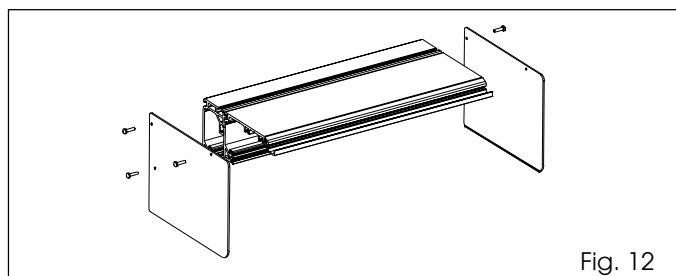

Fig. 12
•Monter les côtés d'après la fig. 12 et 13.